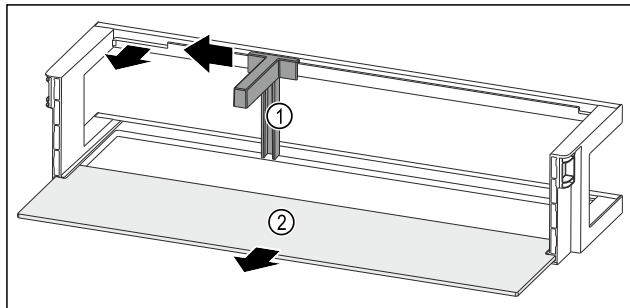

Fig. 122 Polica u vratima s držačem boca i policom za odlaganje
- Držač za boce Fig. 122 (1) pogurnite do otvora na stranu.
- Izvadite držač za boce Fig. 122 (1).
- Izvaditeolicu Fig. 122 (2).